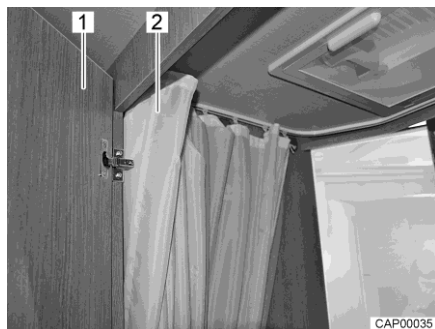

Bild 69 Toalett med dusch
- Stäng dörren när du vill duscha (Bild 69,1) och dra till duschförhänget helt (Bild 69,2), så att alla väggar är skyddade.